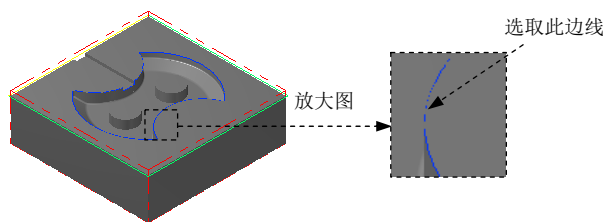

图 22.14 选取切削范围边线
(2) 设置加工边界。在 **Containment boundary** 区域中单击  按钮，系统弹出“串连选项”对话框。在图形区中选取图 22.14 所示的边线，然后单击  按钮，系统返回至“刀具路径的曲面选取”对话框。
(3) 单击  按钮，完成加工区域的设置，同时系统弹出“曲面粗加工挖槽”对话框。
Step5. 确定刀具类型。在“曲面粗加工挖槽”对话框中单击 **刀具过滤** 按钮，系统弹出“刀具过滤列表设置”对话框。单击 **刀具类型** 区域中的 **无 (N)** 按钮后，在刀具类型按